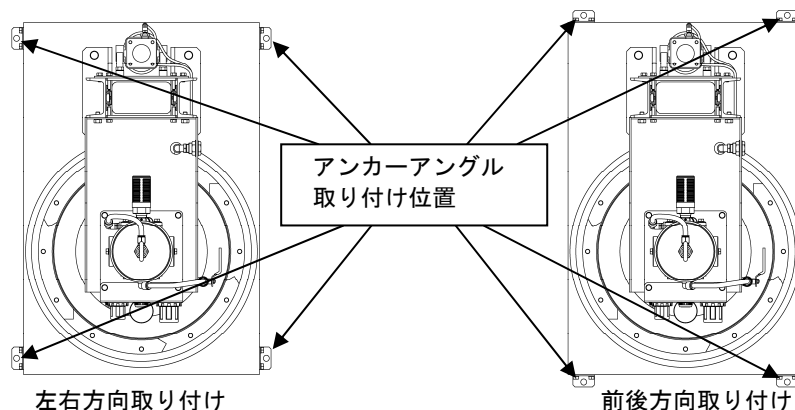

Fig. 3 アンカーアングル取り付け配置
- 2) 付属品のアンカー用アングルおよびボルト＋波形バネ座金を用意し、リフトベース周囲に取り付けてください。使用環境などを考慮して前後方向または左右方向に取り付け可能ですが、必ず 4 つ角方向に 1 つずつ配置してください。(Fig. 3)